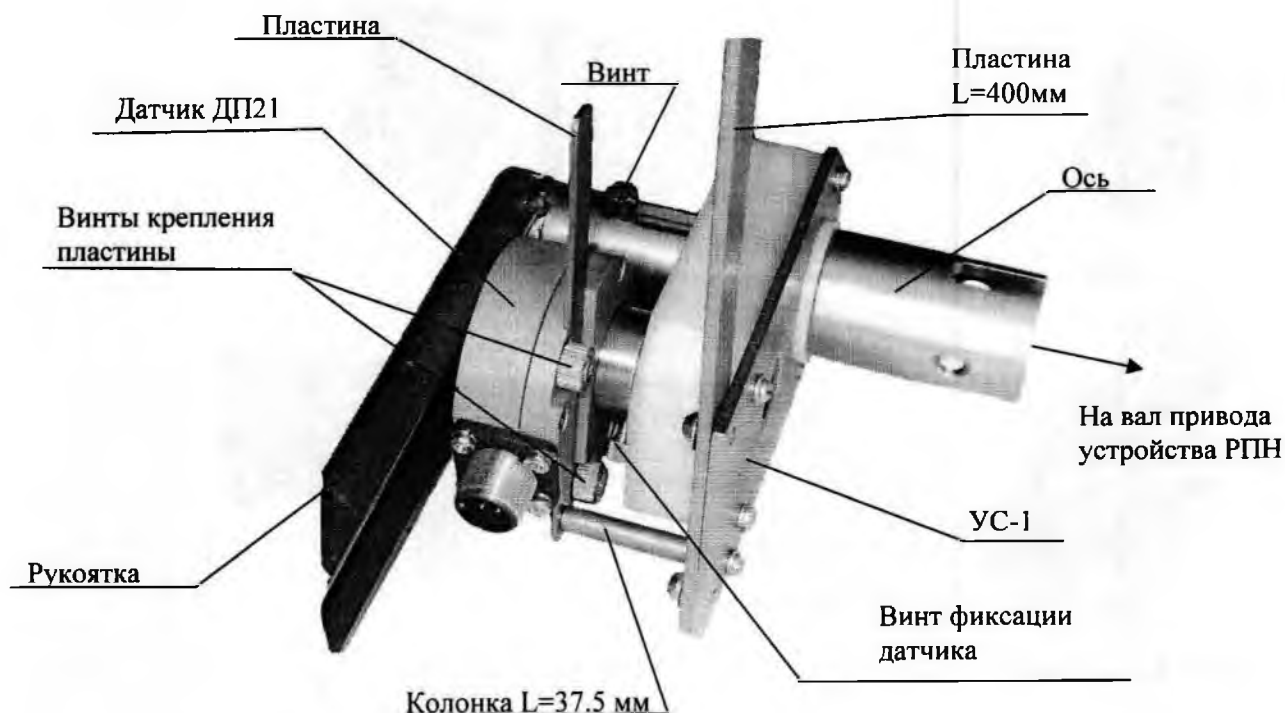

Рис. 11.5. Установка датчика на УС-1, если привод вращается рукояткой
- а) установите датчик ДП21 на вал УС-1, не соосный валу привода устройства РПН, зафиксируйте его винтом (рис.11.5);
- е) проверить совпадение внутреннего диаметра оси УС-1 (см. рис.11.5) с внешним диаметром вала устройства РПН;